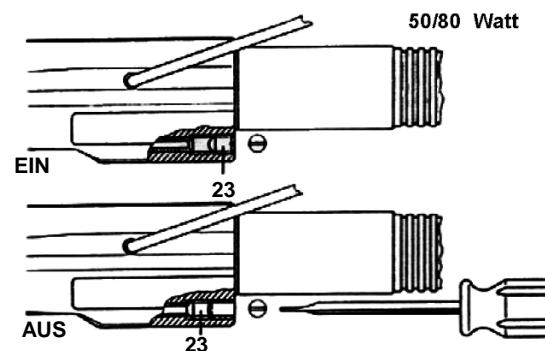

Abb. 12 Abschaltung der Schraubenansaugung (50-80 Watt)
- bei Baugrößen 50 und 80 Watt durch Einschrauben des Gewindestifts (23) bis auf Anschlag mit einem Schraubendreher (siehe Abb. 12).